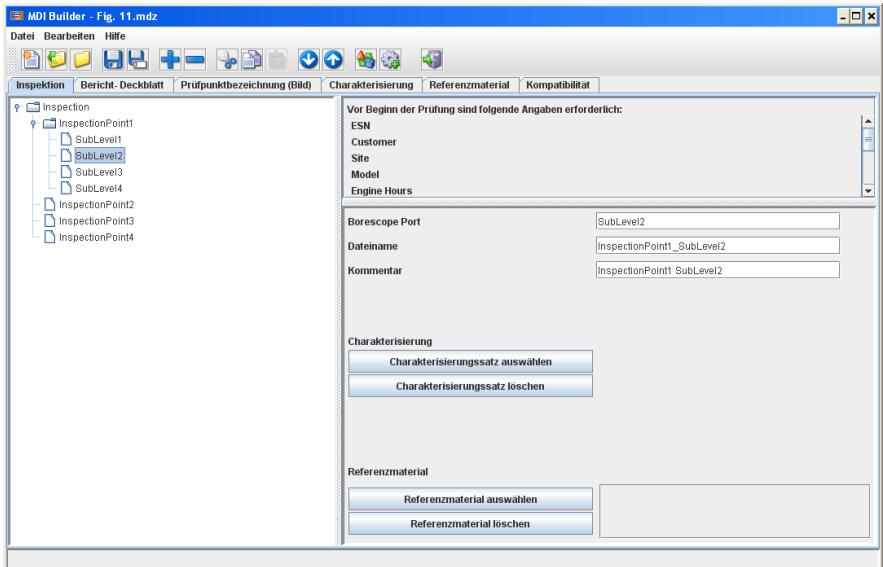

Abbildung 19: Automatische Dateinamen und Anmerkungen
Der MDI Builder konstruiert die Dateinamen auf Basis der Struktur Ihres Prüfbaums. Zum Beispiel: In *Abbildung 19* unten stellt „*Prüfpunkt1*“ (1) die erste Ebene im Prüfbaum dar, und die markierte zweite Ebene ist „*Unterebene2*“ (2). Der automatisch erzeugte Dateiname für diesen Prüfpunkt lautet „*Prüfpunkt1 Unterebene2XXX*“ (3), und die automatisch erzeugte Anmerkung heißt dann „*Prüfpunkt1 Unterebene2*“ (4).